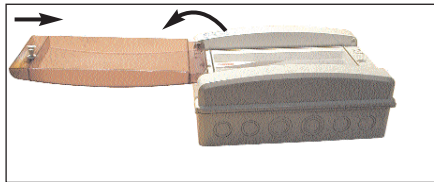

fig. 1
1. Verwijder het scharnierend glazen front . (fig. 1)